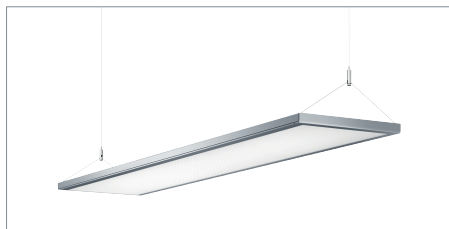

Fig. 1: Luminaire individuel
- ▶ Vissez au plafond à l'aide de vis appropriées la tôle de support **A** située sur le côté raccordement du luminaire, voir Fig. 1.